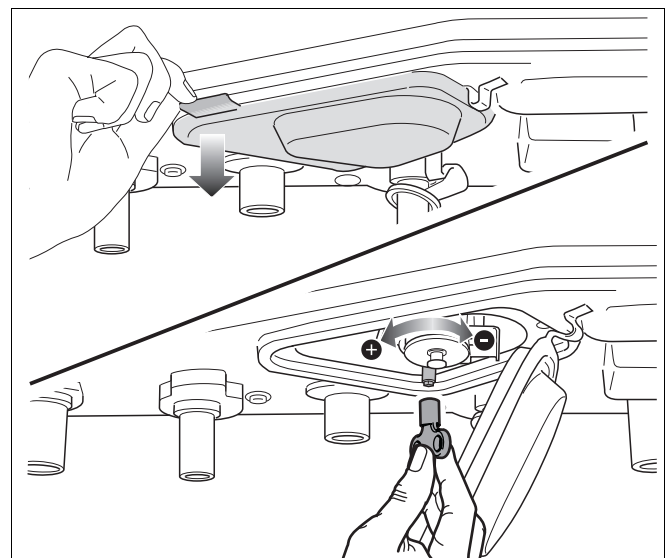

fig. 36 Instellen uitstroomhoeveelheid tapwater
- Indien de waarde afwijkt, stel dan het tapwaterdebiet in (→ fig. 36).